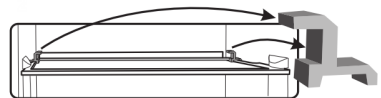

Abb. 5
- Entfernen Sie alle roten Teile von den Einlegeböden (**Abb. 5**), diese sind nur für den Transport erforderlich.